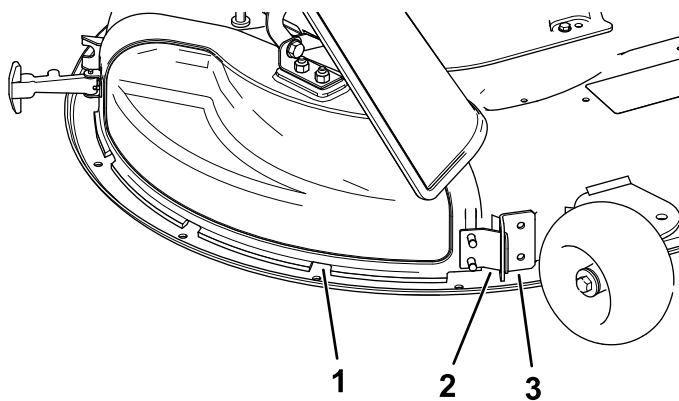

Figura 12
5. Înclinați proeminența metalică de pe capacul de evacuare în afara fantei din suportul sudat de pe puntea mainii de tuns iarba (Figura 12).